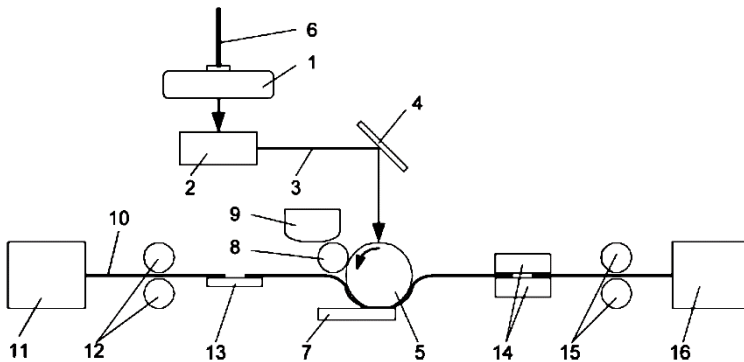

Рис. 45. Схема, поясняющая принцип действия лазерного принтера:
После этого из лотка подается электрически заряженная бумага, которая притягивает порошок тонера. Затем под действием температуры и давления тонер закрепляется на поверхности бумаги, а незакрепленный порошок удаляется с помощью скребка и переносится вновь в желоб. Описанный цикл повторяется для каждой строки страницы при вращении барабана. На рис. 45 представлена схема, поясняющая принцип действия лазерного принтера.
В схеме (см. рис. 45) поверхность фотобарабана (5) покрыта светочувствительным полупроводниковым слоем (оксидом цинка или сплавом селена), которая заряжается с помощью высоковольтного ионизатора (7), то есть на поверхности образуется электростатический заряд. При освещении какой-либо точки поверхности фотобарабана тонким лучом лазера происходит разряд в этой точке (уменьшение потенциала), так как она становится проводящей. В соответствии с данными, поступающими из компьютера, выполняется изменение интенсивности лазерного луча при облучении поверхности фотобарабана, поэтому на ней создается потенциальный рельеф (скрытое электрическое изображение страницы информации). Затем выполняется этап проявления невидимого изображения с помощью барабана-девелопера (8) и тонера (пылеобразной краски), помещенного в резервуар (9). Краска притягивается к тем частям поверхности барабана, где имеется электростатический заряд, и таким образом формируется изображение. Лист бумаги (10) из накопителя (11) с помощью валиков поступает через зарядное устройство (13), которое заряжает бумагу противоположным зарядом. При